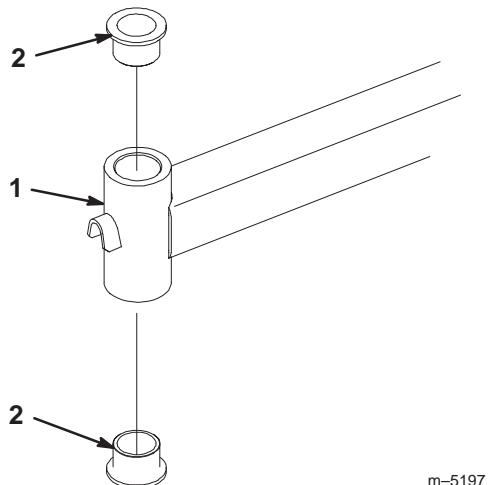

Figure 61
4. Insérez un chasse-goupille dans le tube de montage et chassez les bagues avec précaution (Fig. 61). Nettoyez l'intérieur du tube de montage.